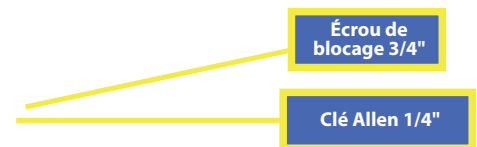

Figure 30. Réglage de la pression de pas
3. Desserrez le contre-écrou de $\frac{3}{4}$ po sur la soupape de surpression. (Figure 30).